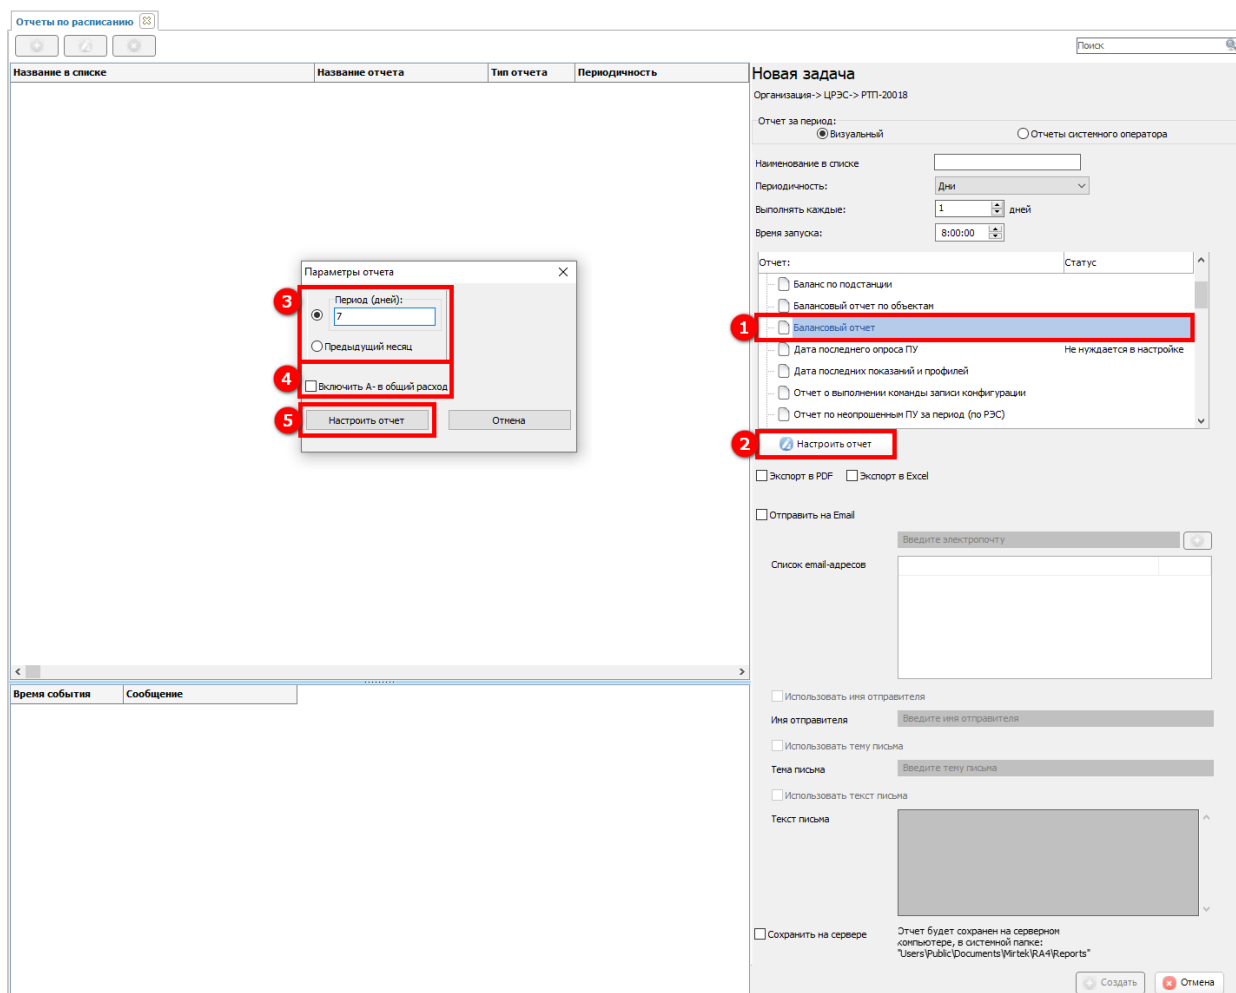

Рисунок 161 – Отчеты по расписанию – Создание новой задачи – Визуальные отчеты – Настройка отчета
Далее из списка выбрать необходимый для формирования отчет (1) (см. рисунок 161) и нажать кнопку **Настроить отчет** (2). В открывшемся окне настроить параметры отчета – указать отчетный период (3). При необходимости поставить отметку **Включить А- в общий расход** (4), которая означает, что отчет будет построен с учетом значений активной энергии обратного направления. Далее нажимаем кнопку **Настроить отчет** (5).